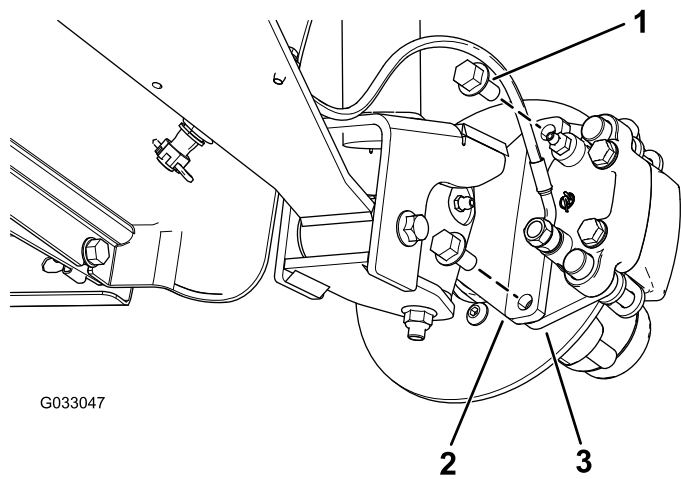
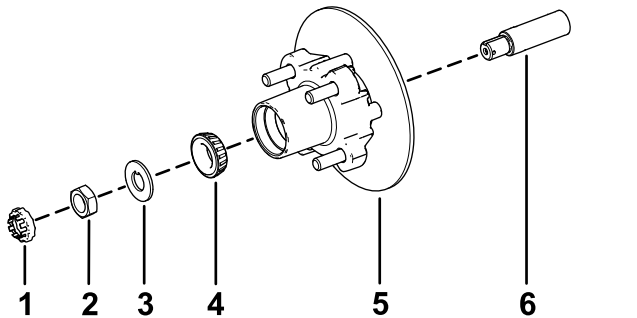

図 32
図 36
3. ブレーキアセンブリ用のブラケットをスピンドルに固定しているフランジヘッドボルト $\frac{3}{8}$ " x $\frac{3}{4}$ "を外してスピンドルからブレーキを取り外す 図 32。
1. スピンドルに所定のグリスを薄く塗る 図 36。
2. ハブとロータをスピンドルに取り付ける。ロータを内側にする 図 36。
3. スピンドルに外側ベアリングを取り付けてレースにはめる 図 36。
4. スピンドルにタブワッシャを取り付ける 図 36。
5. スピンドルにスピンドルナットを取り付け、ハブを回してベアリングを着座させながらナットを 15 N·m 1.52 kg·m = 11 ft·lb に締めつける 図 36。
2. ブレーキパッドをロータのそれぞれの側に合わせ 図 32、キャリアブラケットの穴と、スピンドルフレームのブレーキ取り付け部の穴を整列させる 図 36。
3. キャリアブラケットをスピンドルフレームに固定する 図 32 フランジヘッドボルト $\frac{3}{8}$ " x $\frac{3}{4}$ " 2本を使用する。